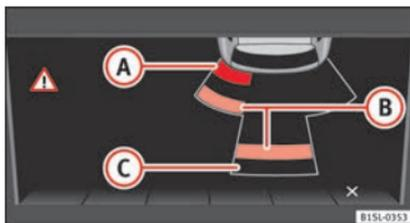

Fig. 152 Indicação do OPS no ecrã: **(A)** detetou-se um obstáculo na zona de colisão; **(B)** detetou-se um obstáculo no segmento; **(C)** zona registada atrás do veículo.
Atrás do veículo » **Fig. 152 (C)**, a zona analisada alcança uma distância até 150 cm e cerca de 60 cm para os lados.